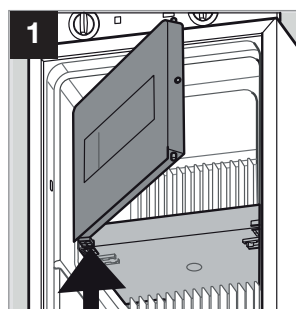

Fig. 22
- Sbloccare la porta dello scomparto surgelati con l'ausilio di un cacciavite (fig. 22).